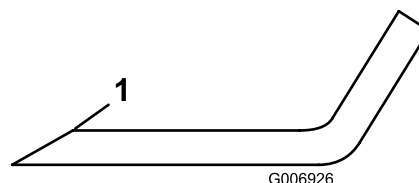

Figura 97
ranhuras. Afie apenas a zona superior da parte cortante e mantenha o ângulo de corte original para garantir que está afiada (Figura 97).
6. Se apresentar sinais de desgaste ou ranhuras, afie apenas a zona superior da parte cortante enquanto mantém o ângulo de corte original (Figura 97).